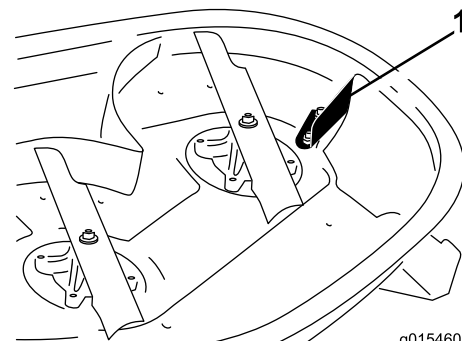

Bild 1
4. Einige Modelle haben ein Versatzablenkblech in der Nähe der Auswurföffnung (Bild 1). Nehmen Sie das Ablenkblech ab, wenn es vorhanden ist. Bewahren Sie die Teile für eine spätere Verwendung auf.